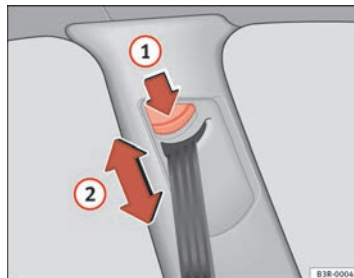

Fig. 16 Réglage en hauteur de la ceinture - levier de renvoi
- Pressez la touche ⇒ fig. 16 ① de réglage en hauteur de la ceinture.
- Déplacez le levier de renvoi vers le haut ou vers le bas, de manière que la sangle baudrier passe à peu près au milieu de l'épaule, **en aucun cas sur le cou** ⇒ fig. 16 ② ⇒ ⚠ sous « Ajustement de la sangle », page 26.